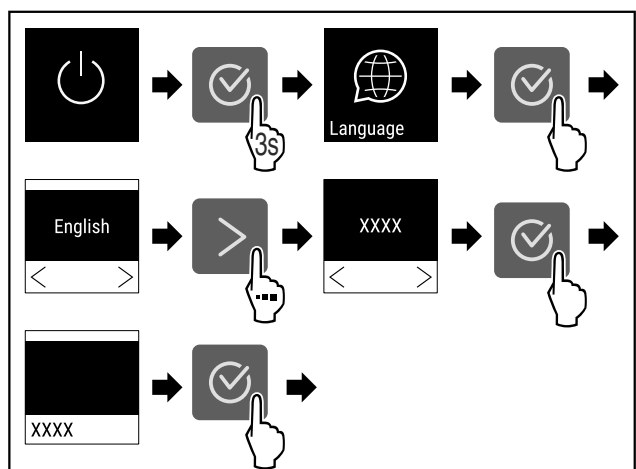

Fig. 55
- ▶ Efectuați pașii de acțiune (vezi Fig. 55).